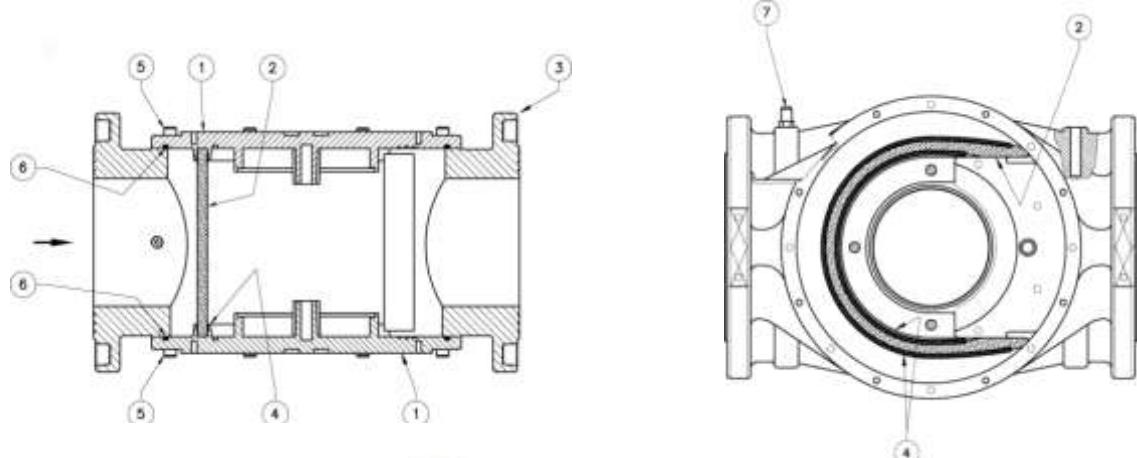

Рис. 4
Фильтр (рис. 4) состоят из: крышка (1); фильтрующий элемент (2); корпус (3); направляющие фильтрующего элемента (4); винты крепления крышки (5); уплотнительное кольцо (6); штуцер для отбора давления (7).